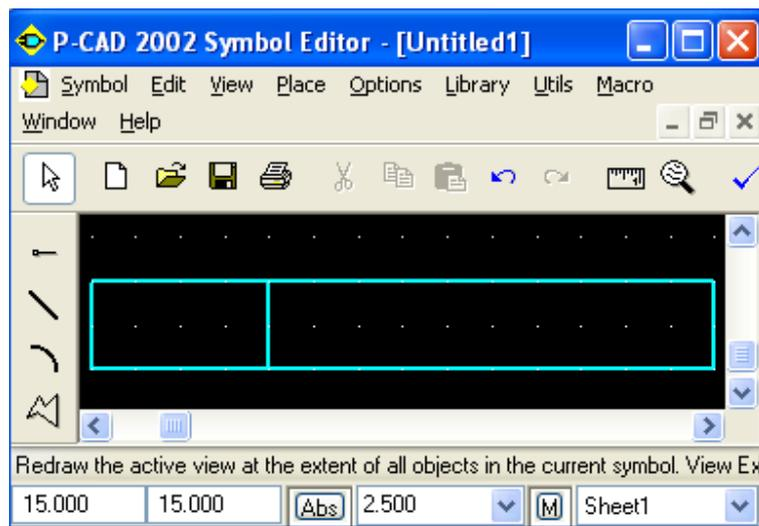

Рис. 4.59 - Контур УГО электрического соединителя
- Теперь необходимо нарисовать вертикальную разделительную линию в УГО электрического соединителя. Для этого установить курсор в точку с координатами (25; 15) и щелкнуть ЛК. Затем перевести его в точку (25; 20) и щелкнуть ЛК, а затем ПК (рис. 4.59).